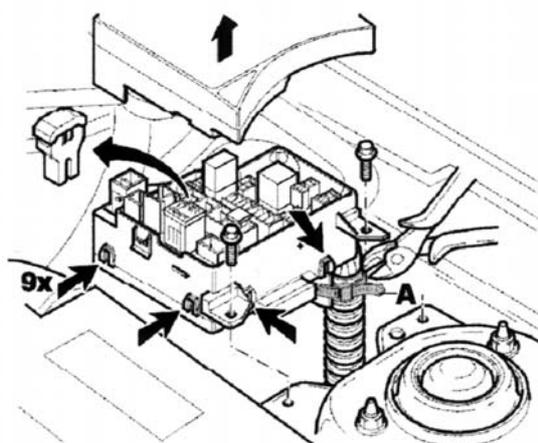

Bild 2
- Den Sicherungskasten öffnen und die 50 Ampere Sicherung für das ABS-System entfernen (Bild 2).
- Die 2 Halteschrauben lösen und den Sicherungskasten soweit wie möglich anheben. Untere Abdeckung entfernen und das rote Kabel der ABS Sicherung ausbauen und soweit wie möglich vor der Isolierung abschneiden (Bild 2).